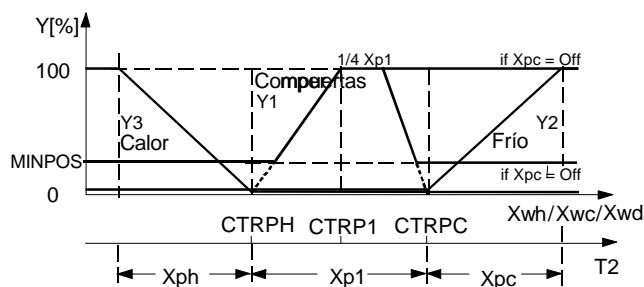

Fig. 3. Secuencia de control de temperatura con calor, compuertas y frío
- Secuencia de control de temperatura para compuertas, calor y frío (ver Fig. 3 y Tabla 10)